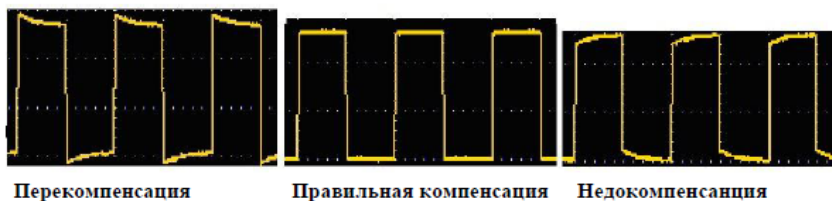
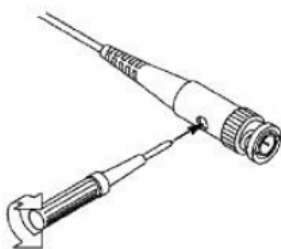

Рисунок 6 - Отображаемые формы сигналов при компенсации пробника
Рисунок 7 - Регулировка пробника для компенсации
2. Проверьте отображаемые формы сигналов и регулируйте пробник до тех пор, пока не будет достигнута правильная компенсация (см. Рисунок 6 и Рисунок 7).